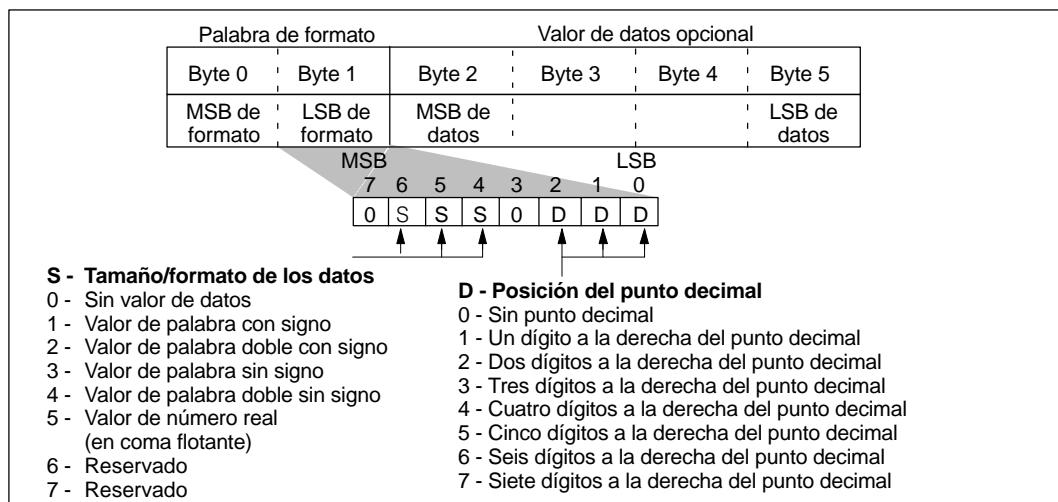

Figura D-18 Valores binarios del byte 1 de la palabra de formato
El byte menos significativo de la palabra de formato indica el tamaño y el formato de los datos, así como la posición del punto decimal en un valor visualizado. La selección de si un valor va precedido o no de un signo afecta al margen de edición del mismo. Los valores sin signo se utilizan únicamente para los números positivos. Los valores con signo pueden ser números positivos o negativos. La figura D-18 muestra la posición de los bits para el tamaño y el formato, así como para el punto decimal en el byte 1 de la palabra de formato.
- Los valores reales (en coma flotante) se visualizan con el número de posiciones decimales que se haya indicado (v. fig. D-18). El valor se redondea a la precisión determinada. Por ejemplo, si se ha especificado una sola posición decimal para el valor 12.567, el TD 200 visualizará "12.6".
Por lo que respecta a los números reales (en coma flotante), el TD 200 utiliza hasta 20 dígitos para representarlos. (Ello incluye la cantidad de posiciones decimales que se han indicado en la palabra de formato, v. fig. D-18). Si un número no se puede visualizar con la cantidad de dígitos disponibles, el TD 200 visualizará "eeeee" para dicho valor.